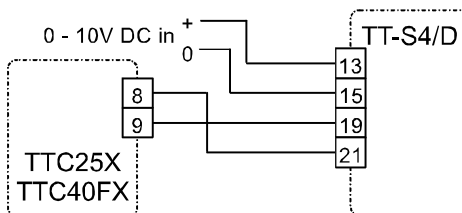

Fig. 2
- Bild 2 Anschluss eines TTC40FX/TTC25X und 0 - 10V DC Steuersignals über externe Quelle.
- Fig. 2 Raccordement du TTC40FX/TTC25X et du signal de commande 0 - 10 V en provenance d'un autre régulateur